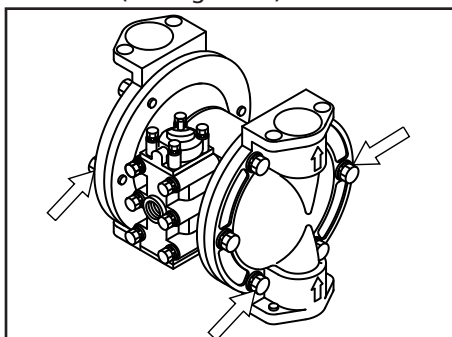

Figure 17
- Enlevez les boulons de fixation de la chambre côté liquide et déposez celle-ci. (voir figure 17).